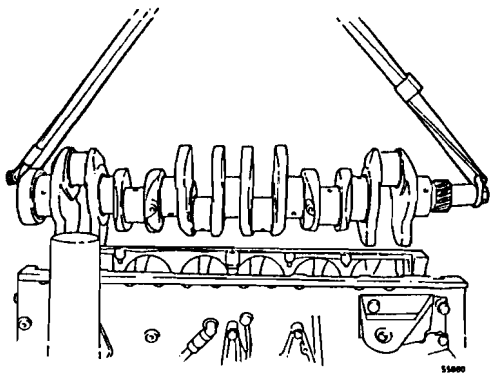

Fig. 142
- 16 Acoplar al cigüeñal el aparejo elevador según la fig. 142 y quitarlo.
- 24 Lubricar con aceite para motor los muñones del cigüeñal y poner éste cuidadosamente en su sitio, véase fig. 142.